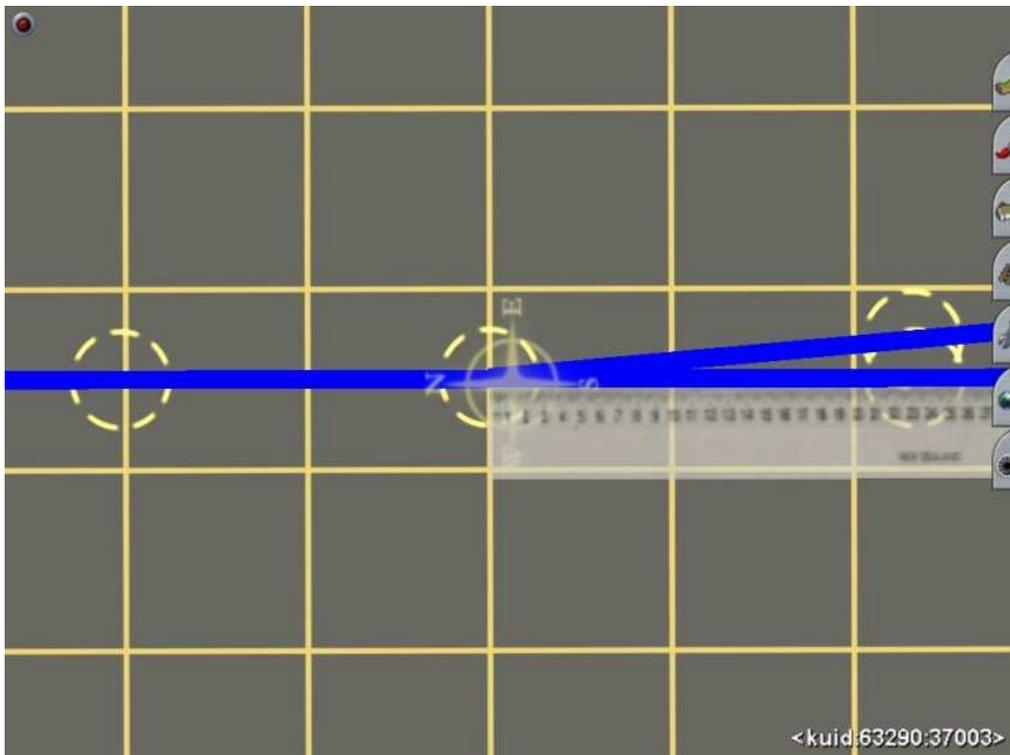

Imagen 3.2.
Sobre el eje de la vía directa, buscamos el final del desvío (TC), que se encuentra a la distancia c desde el nudo del desvío. Según estos datos, esta distancia es de 23m e insertamos un punto de spline en los ejes de las vías directa y desviada. Ya tenemos la representación esquemática del desvío. Ver imagen 3.2.